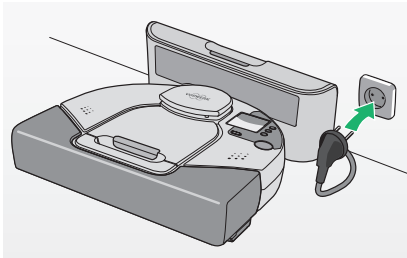

Bild 2.3 Basisstation einrichten
- Stellen Sie die Basisstation auf einen ebenen Untergrund an eine Wand, so dass die Ladekontakte und das Infrarotfenster für den Roboter frei zugänglich sind (siehe Bild 2.3 auf dieser Seite).